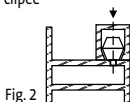
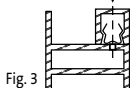
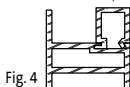

Fig. 2
Fig. 3
Fig. 4
- soit dans la feuillure par pointage ou vissage (fig. 1) ou par clipage sur des boutons (fig. 2), des ressorts (fig. 3) ou dans des rainures (fig. 4) ;